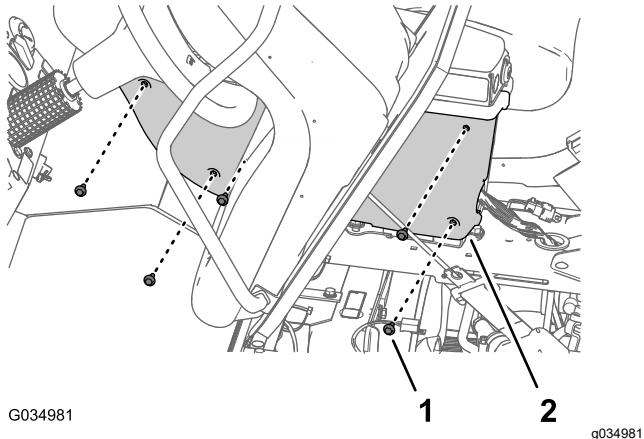

図 98
7. 前に取り外した(図 98)フランジヘッド ボルト(1/4 x 3/4") 5本を使ってカバーをセンターコンソールに取り付け、ボルトを 520 678 N·cm (0.560.73kgm) でトルク締めする。